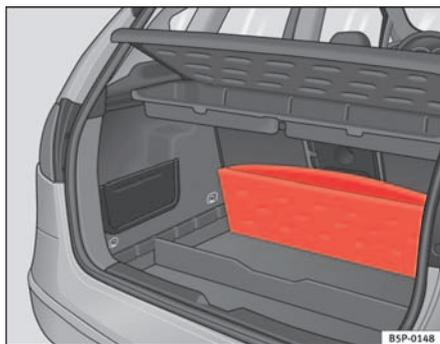

Fig. 104 Couvercle du coffre à bagages pliable.
- Levez le plancher du coffre à bagages et repliez-le vers l'arrière dans sa totalité ⇒ page 139, fig. 104.